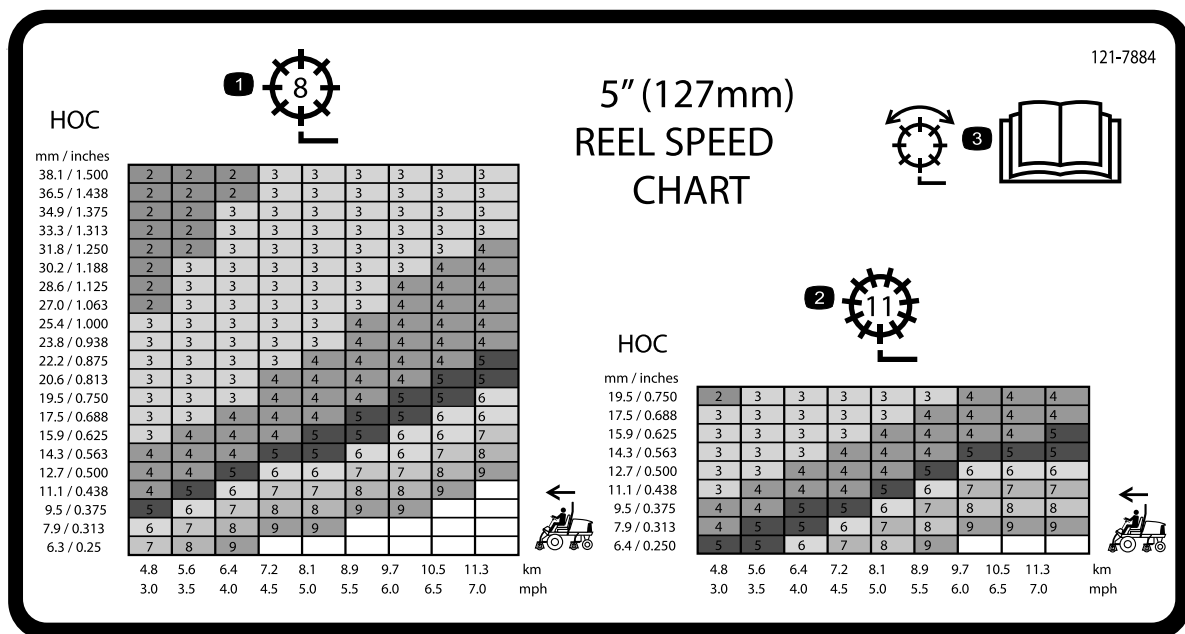
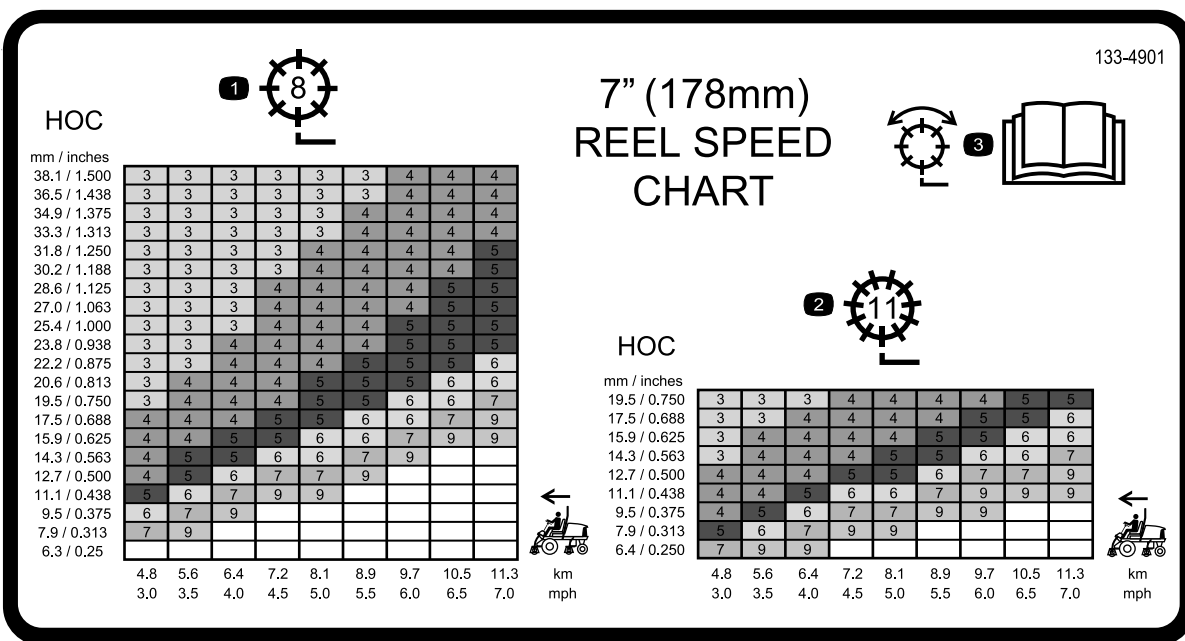

Bild 40
Bild 41
3. Lesen Sie die richtige Spindeldrehzahl auf den Aufklebern der Spindeldrehzahltafel ab (Bild 40 und Bild 41).